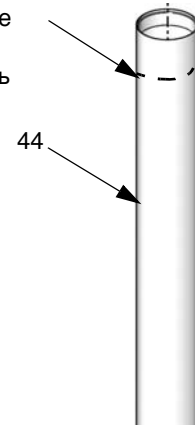

Рис.15
- 1 Прикладываете цепной ключ к верхней части всасывающего трубопровода в месте, указанном на Рис.15, и гаечный ключ к плоским граням обратного клапана (45), чтобы отсоединить обратный клапан от всасывающего трубопровода (44). 3 Чтобы избежать повреждения всасывающего трубопровода, не снимайте обратный клапан, пока это не будет указано на этапе 3.
- Снимайте всасывающий трубопровод очень осторожно, чтобы не согнуть его или не повредить как-либо иначе. Во избежание повреждений, применяйте цепной ключ для захвата только верхней или нижней части всасывающего трубопровода, как показано на Рис.15 и Рис.16. Не следует захватывать цепным ключом среднюю часть всасывающего трубопровода.